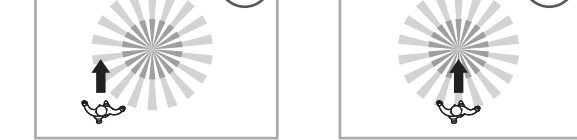

Figura 3
- 3.1.2 Preste atenção na direção do percurso enquanto estiver fazendo o teste. O detector é mais sensível a movimentos menos centrais, isto é, movimentos detectados em suas proximidades. O sensor é, no entanto, menos sensível quando o movimento é efetuado diretamente em sua direção, o que irá reduzir sua cobertura de detecção (Veja figura 3).